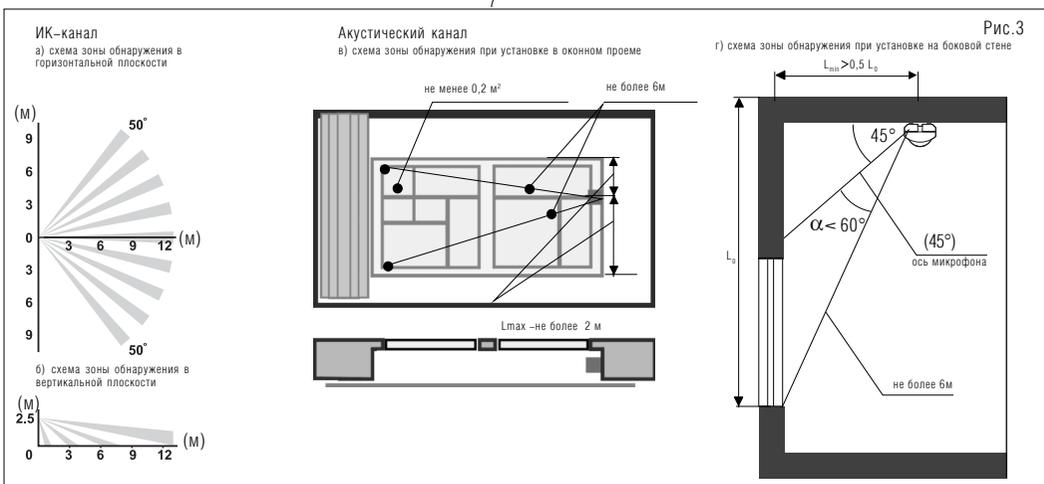

Рис.3
- для установки на стене угол между осью микрофона и направлением на край охраняемого стекла  $\alpha < 60^\circ$  (см. рис. 3 г);
- для установки на боковом торце оконного проема  $L_{max} < 2$  м (рис. 3 в) (при установке на угол оконного проема это ограничение снимается).
4. «Тест ИК»: снять перемычку с контактов «Т». Установить крышку корпуса извещателя. Определить парциальные зоны обнаружения по кратковременным включениям «верхнего» индикатора и переход в состояние ТРЕВОГА ИК по включению «нижнего» индикатора, двигаясь перпендикулярно чувствительным зонам со скоростью 0,5 – 1 м/с. Чувствительная зона ИК приведена на (рис. 3 а,б) При необходимости, установить перемычку на контакты «ЧИК» или изменить ориентацию зоны обнаружения.